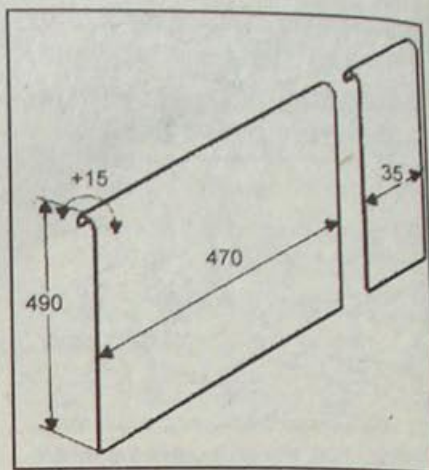

Рис. 3.39. Размеры защитного экрана радиатора системы охлаждения
• Установите защитный экран радиатора системы охлаждения двигателя, изготовленный самостоятельно (рис. 3.39).